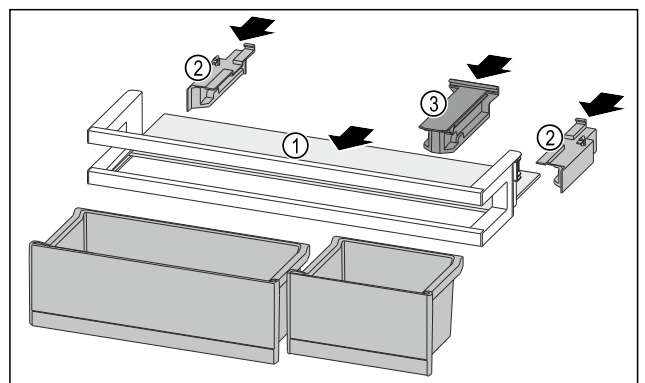

Fig. 251
- ▶ Всуňte полицю Fig. 251 (1) в бокові пази.
- ▶ Вставте бічні елементи Fig. 251 (2).
- ▶ Вставте кріпильний елемент Fig. 251 (3).